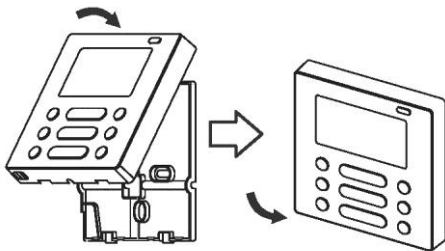

Abb. 3-11
- Passen Sie den oberen Teil an und befestigen Sie ihn; Sie sollen die Kabel während der Installation nicht festklammern. (Abb. 3-11)